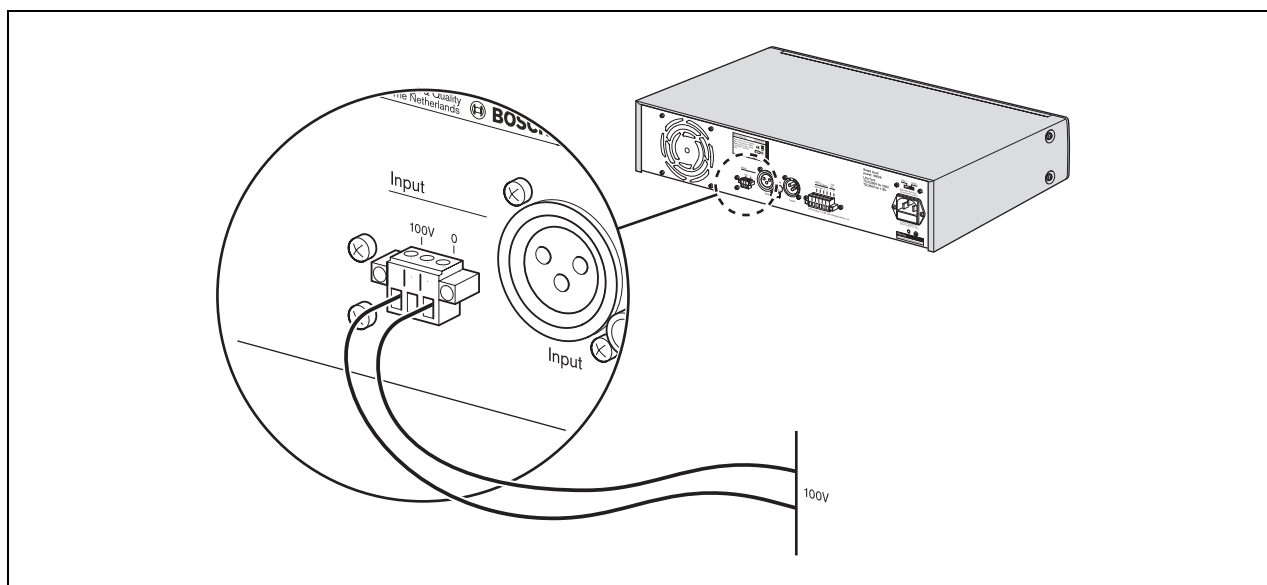

figura 4.2: Conexión de una señal de entrada de 100 voltios
Una señal de entrada de 100 V puede conectarse al euro conector con terminal de tornillo(2) de la parte posterior de la unidad como se muestra en figura 4.2.